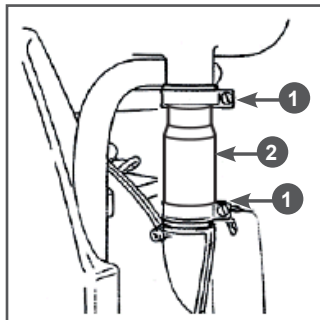

Рис. 14 Снятие впускного шланга распылителя
5. Ослабьте крепления хомутов 1 (Рис. 14) на впускном шланге распылителя 2 (хомуты будут снова использоваться) и снимите шланг.
7. Установите шланг выпускной распылителя 2 и прикрепите его к баку и к корпусу вентилятора хомутами 1 (Рис. 14).